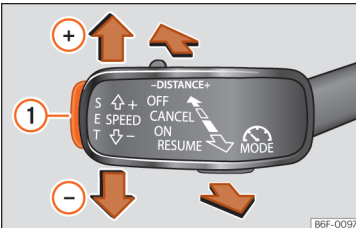

Abb. 223 Links an der Lenksäule: dritter Hebel für die Bedienung der GRA.
- Drücken Sie die Taste **SET** » » Abb. 223 ①.
- Drücken Sie die Taste **SET**  **Abb. 223 ①**, um die Geschwindigkeit in kleinen Schritten von 1 km/h [1 mph] zu reduzieren.